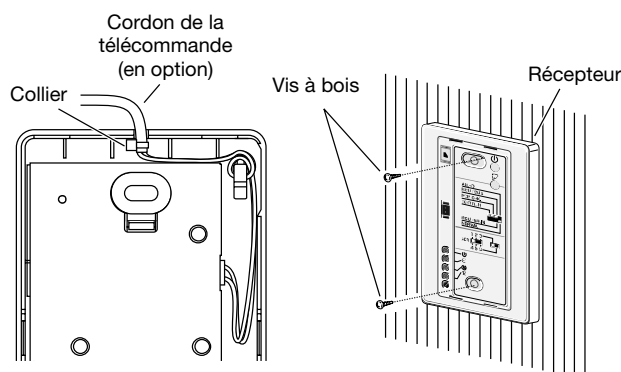

Fig. 3-25
4. Fixez le fil de la télécommande (en option) à l'aide de l'attache fournie et à l'endroit illustré à la figure 3-25. Ensuite, raccordez le cordon au connecteur du récepteur.
5. Positionnez le fil de la télécommande de façon à ce qu'il prenne la forme illustrée à la figure 3-25 et qu'il s'adapte dans la partie supérieure, à l'intérieur du récepteur, au-dessus de la PCB. Ensuite, fixez le boîtier inférieur. A ce stade, pliez la tête du collier pour l'orienter latéralement.